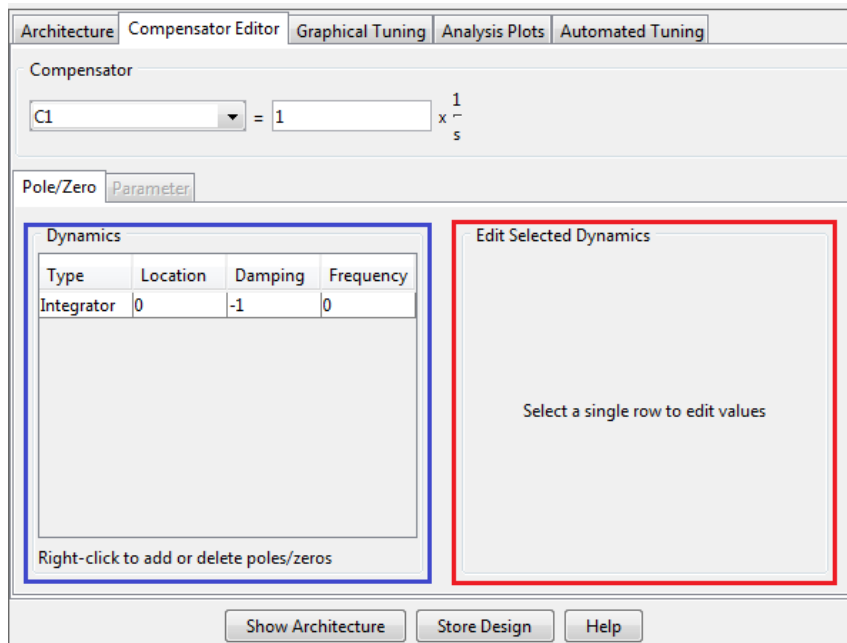

Figura 87. Esquema pestaña Compensator Editor con integrador.
- El integrador se ubica en el recuadro azul *dynamics* de la figura 87, y su localización puede cambiarse en el recuadro *edit dynamics* de color rojo de la figura 87.